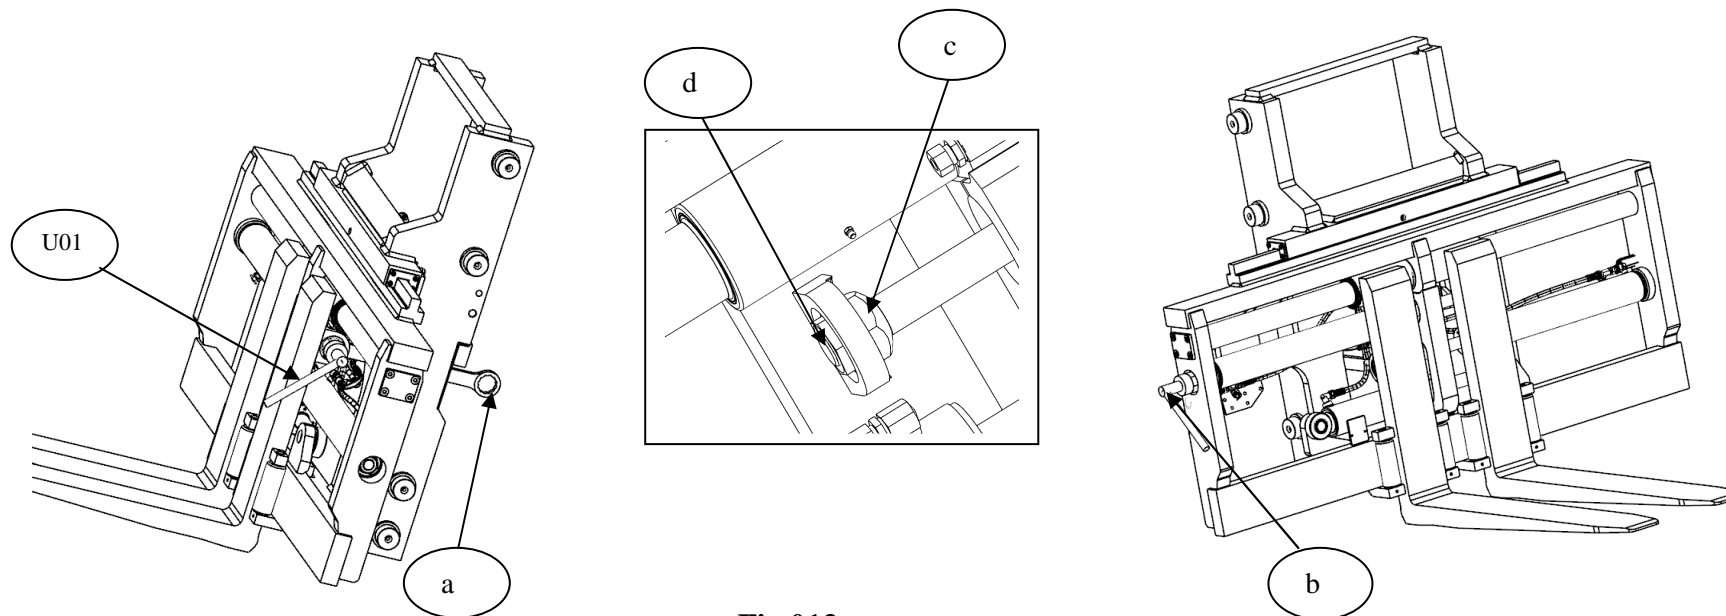

Fig.013
4.3.3 Smontaggio cilindro sinistro (vista cartellista) spostamento forca (Fig.013)